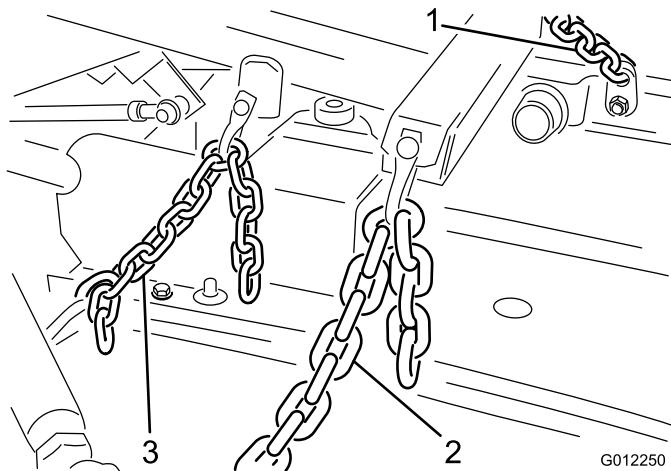

Figura 9
1. Collegate le catene di sollevamento alle staffe della catena dell'apparato di taglio e del braccio di sollevamento con 6 grilli, perni dei grilli (3/8 x 1-1/2 poll.) e coppiglie (1/8 x 3/4 poll.) (Figura 9). Per garantire il sollevamento corretto dell'unità di taglio, fissate le catene alle maglie seguenti per collegare: